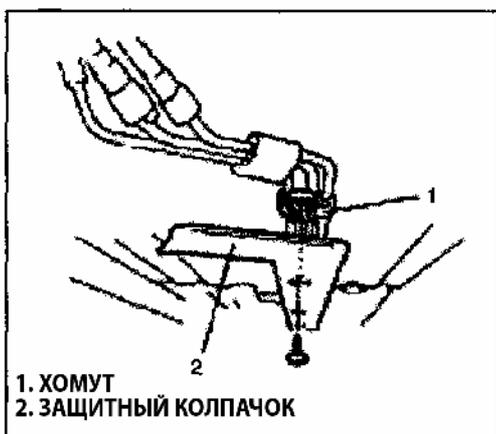

Рис. 328
- 4) Установите защитный колпачки на корпус автомобиля (Рис. 328).